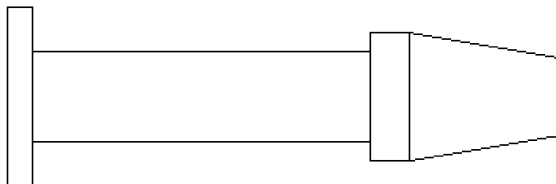

图 3-41 绘制圆锥
4) 绘制圆锥。在立即菜单中将【终止直径】设置为“30”，向右拖动光标，输入“60”后，按回车键，操作结果如图 3-41 所示。